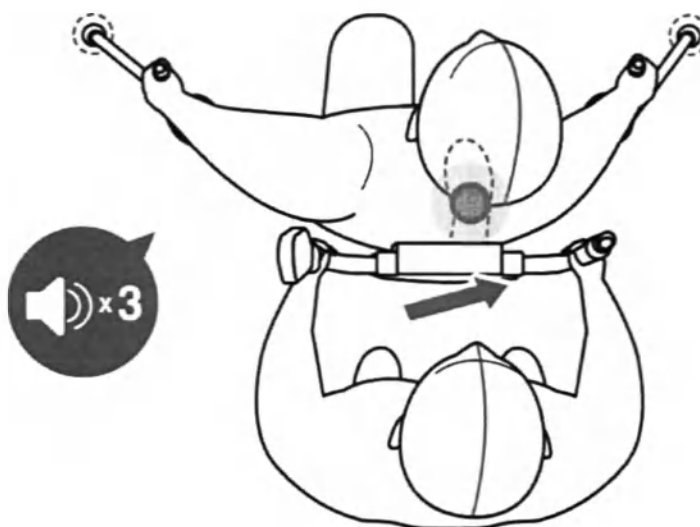

Рисунок 57 – Шаг левой ногой.
- После трех звуковых сигналов пациент делает шаг левой ногой (рисунок 57)..